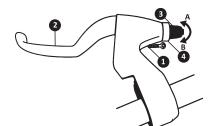
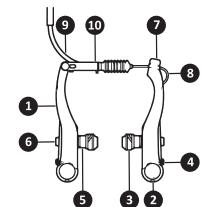

Рис. 13.1: Тормозная ручка тормозов V-типа и ее регулировки
Рис. 13.2: Тормоза V-типа и их регулировки
Тормозная ручка (рис. 13.1, поз. 2) механических тормозов (ободных или дисковых) имеет две регулировки — винт изменения расстояния до рычага тормозной ручки и механизм регулировки натяжения тросика. Расстояние до рычага тормозной ручки изменяется вращением винта (рис. 13.1, поз. 1). Установите положение рычага так, чтобы вы без проблем доставали до него пальцами, но при этом так, чтобы при нажатии на рычаг он не упирался в грипсы руля. Винт (рис. 13.1, поз. 3) и контргайка (рис. 13.1, поз. 4) регулировки натяжения тросика используются не только для эксплуатационной подстройки натяжения троса тормоза. Каждый раз, когда вы регулируете натяжение, не забывайте зафиксировать винт с помощью контргайки.
Тормозной механизм V-типа представляет собой два подвижных рычага (рис. 13.2, поз. 1), каждый из которых вращается на шарнире (рис. 13.2, поз. 2). К рычагам присоединены тормозные колодки (рис. 13.2, поз. 3), которые своей фрикционной частью контактируют с колесным ободом при натяжении тросика, когда тормозная ручка нажата. Тормозной механизм регулируется винтами (рис. 13.2, поз. 4) натяжения возвратных пружин и положением тормозной колодки — при помощи набора сферических шайб (рис. 13.2, поз. 5). Правильно отрегулированный тормоз V-типа должен обеспечивать равномерный и одновременный прижим колодок к ободу. Расстояние между колодками и ободом при не нажатом тормозе должно составлять 1—3 мм.
Настройка углового положения колодок — необходима для того, чтобы колодки контактировали с ободом максимальной своей площадью. Ослабив натяжение винта (рис. 13.2, поз. 6), стягивающего набор сферических шайб (рис. 13.2, поз. 5), установите колодку параллельно ободу и строго напротив него. Затяните винт, удерживая колодку от проворачивания. Повторите процедуру для второй колодки тормоза.
- Открутите винт (рис. 13.2, поз. 7) зажима тросика и сдвиньте трос в нужную сторону, изменяя рабочую длину троса (от тормозной ручки до тормозного рычага). Затяните винт зажима троса.
Повторяйте последнюю операцию до тех пор, пока расстояние между колодками и ободом не примет требуемого значения. Тонкую регулировку при необходимости можно провести с помощью механизма (рис. 13.1, поз. 3, 4) регулировки натяжения тросика (см. ниже).
Эксплуатационная регулировка натяжения тросика производится по мере износа фрикционной части тормозных колодок и соответственно изменения их высоты. Открутите контргайку (рис. 13.1, поз. 4) и отрегулируйте рабочую длину тросика с помощью винта (рис. 13.1, поз. 3) так, чтобы свободный ход колодок вернулся к требуемым значениям. Не забудьте закрутить контргайку.
Замена колодок — необходима для поддержания работоспособности тормоза и сохранения его эффективности. Открутите винт (рис. 13.2, поз. 6), стягивающий набор сферических шайб (рис. 13.2, поз. 5), снимите внешние шайбы со шпильки и отсоедините колодку от рычага тормоза. Будьте аккуратны — шайбы легко соскальзывают со шпильки и могут быть утеряны. Установка колодки производится в обратной последовательности. В процессе замены колодок необходимо проводить операцию по настройке их углового положения (см. выше).
Замена тормозного тросика производится в случае повреждения или износа тросика. Отверните винт (рис. 13.2, поз. 7) зажима тормозного троса, выньте его из зажимной части тормозного рычага (если установлен концевой колпачок на тросяке, предварительно снимите его), а затем выньте тросяк из рубашки (оплетки). Поверните регулировочный винт (рис. 13.1, поз. 3) на тормозной ручке и контргайку (рис. 13.1, поз. 4) так, чтобы разрезы на их корпусах совпали с прорезью на корпусе тормозной ручки. Нажмите на рычаг тормозной ручки и выньте тросяк сквозь прорезь. Затем выньте концевой цилиндрик крепления тросяка из соответствующего паза на рычаге тормозной ручки. Установка тросяка производится в обратной последовательности.
Механизм расстегивания тормоза V-типа — предназначен для того, чтобы вы имели возможность снять колесо с велосипеда без демонтажа тормоза или тормозных колодок, которые в рабочем состоянии не дают покрышке пройти между ними. Чтобы расстегнуть тормоз, необходимо одной рукой скатать пару тормозных рычагов (рис. 13.2, поз. 1), а другой — вынуть подводящую трубку (рис. 13.2, поз. 9) тросика из подвижной металлической стремянки (рис. 13.2, поз. 10). Застегивание производится аналогично: одной рукой скжимаем рычаги в направлении друг к другу (колодки будут касаться обода), а другой вставляем подводящую трубку в стремянку. Правильно настроенный тормоз позволяет расстегивать и застегивать обратно тормоза без нарушения их регулировки.